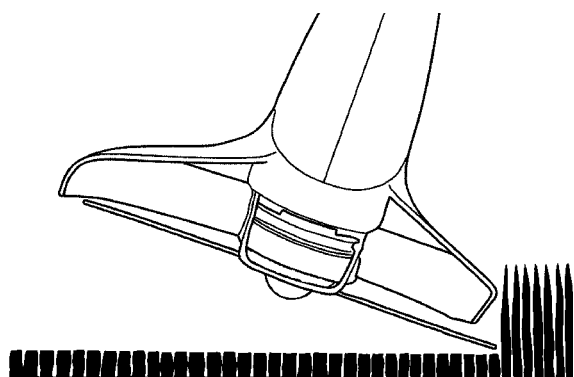

Fig. 13
2. **CORTE MAS CERCANO** (Fig. 13). Posicione el cabezal un poco inclinado , siempre corte alejado de personas y del operador.